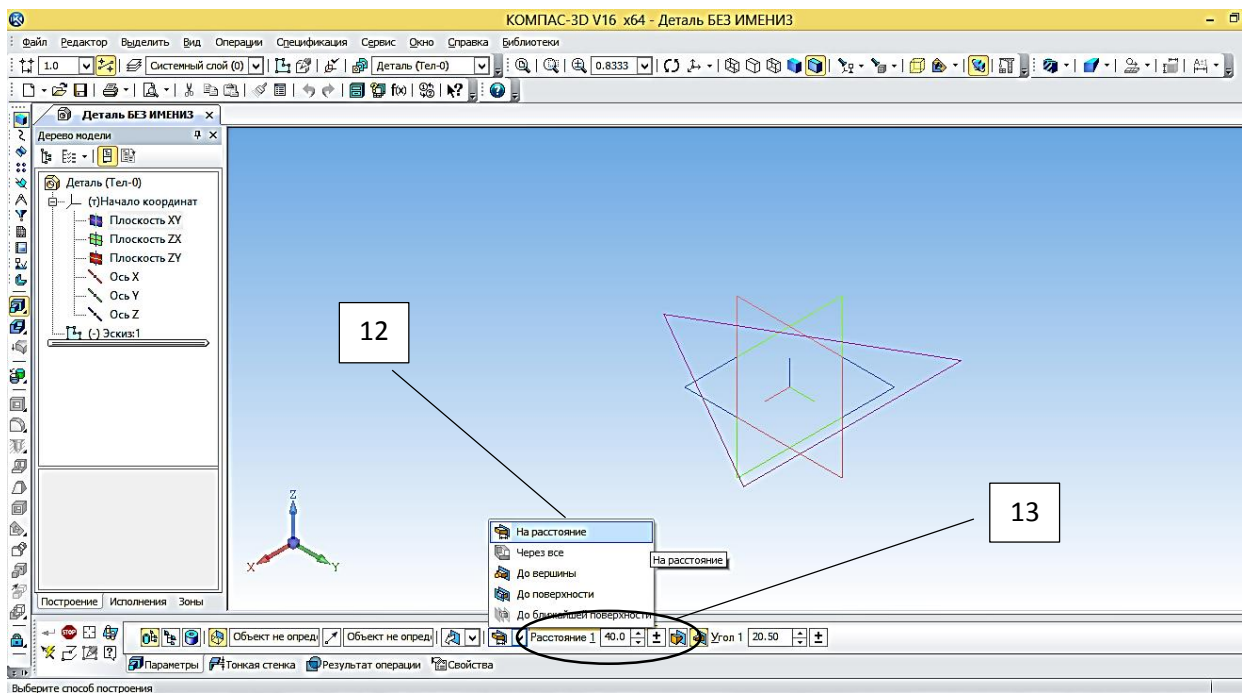

Рисунок 14 – Выбор параметров построения пирамиды
15. на панели **Свойств** на вкладке **Параметры** укажите **прямое** направление выдавливания (вверх), глубина выдавливания – **на расстояние**, в поле **Расстояние 1** введите 40мм, **Уклон 1** внутрь, **Угол 1** равен  $20,5^\circ$  (рисунок 14);